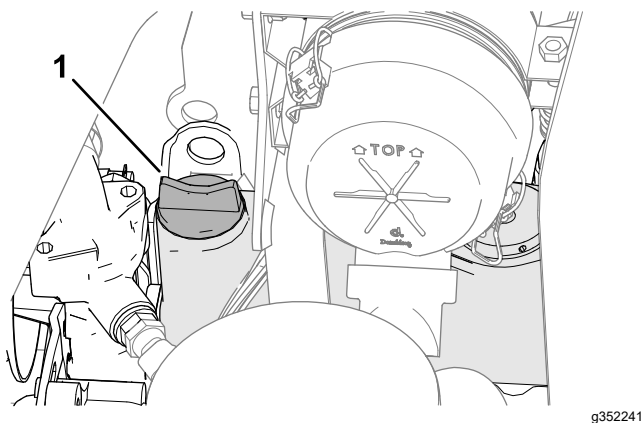

Figura 64
5. Se l'olio è insufficiente, togliete il tappo di rifornimento (Figura 64) e aggiungete lentamente piccole quantità di olio, controllando spesso il livello, finché non raggiunge il segno di pieno sull'asta.